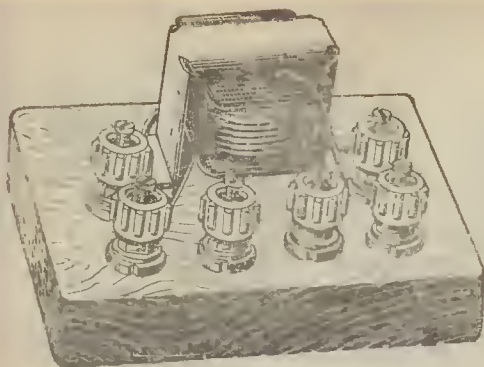

Рис. 13.
13. Токочувствительный трансформатор (рис. 13). Железо Ш-10. Толщина пакета — 15 мм. Первичная обмотка имеет 300 витков провода ПЭ-0,14. Вторичная обмотка состоит из 3 секций (по 15 витков в каждой) провода ПЭ-0,9. Условное обозначение —  $Tr$ .